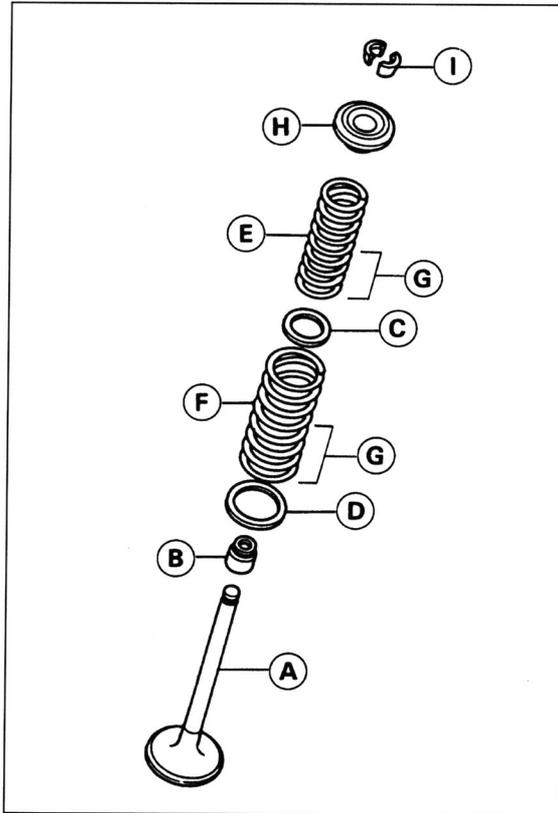

Bild 189
- Den unteren Ventildrucksitz «D» Bild 189 auflegen (nicht verwechseln mit Federteller) und